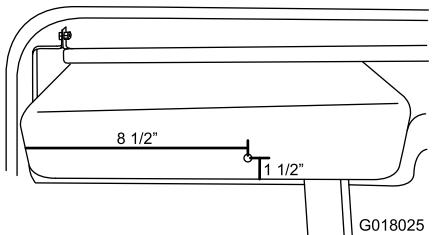

図 21
1. グローブボックスの左から 216 mm、底から 38 mm の位置に、 $5/16" \times 8$ mm の穴を開ける図 21。